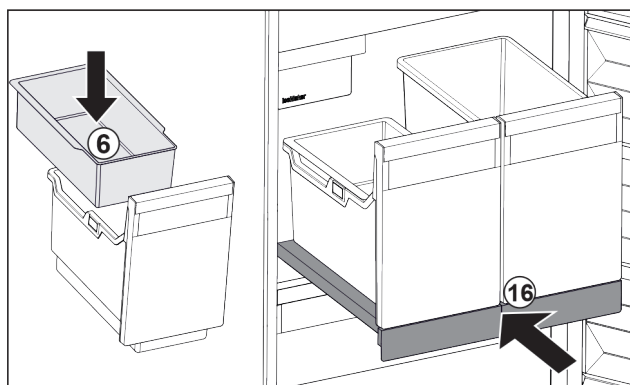

Fig. 198
- Umetnite ovjesnu posudu Fig. 198 (6) za kockice leda.
- Gurnite izvlačnu ploču sa spremnikom (IceTower). Fig. 198 (16)